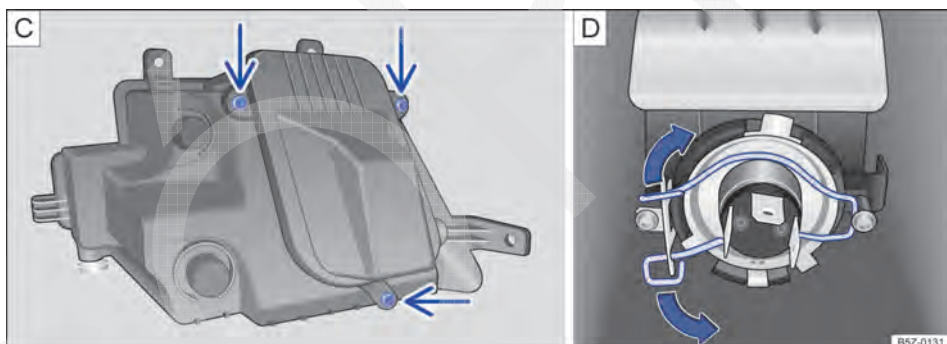

Fig. 175 No para-choque dianteiro: **C**) retirar os parafusos da cobertura da lâmpada e **D**) lâmpada do farol de neblina.
6. Retirar os parafusos indicados pelas setas → Fig. 175 C, para acessar a lâmpada do farol de neblina.
8. Comprimir a mola de travamento no sentido da seta e deslocá-la para destravar a lâmpada → Fig. 175 D.
13. Recolocar o conector de alimentação e inserir cuidadosamente o farol de neblina no alojamento do para-choque → ❶.